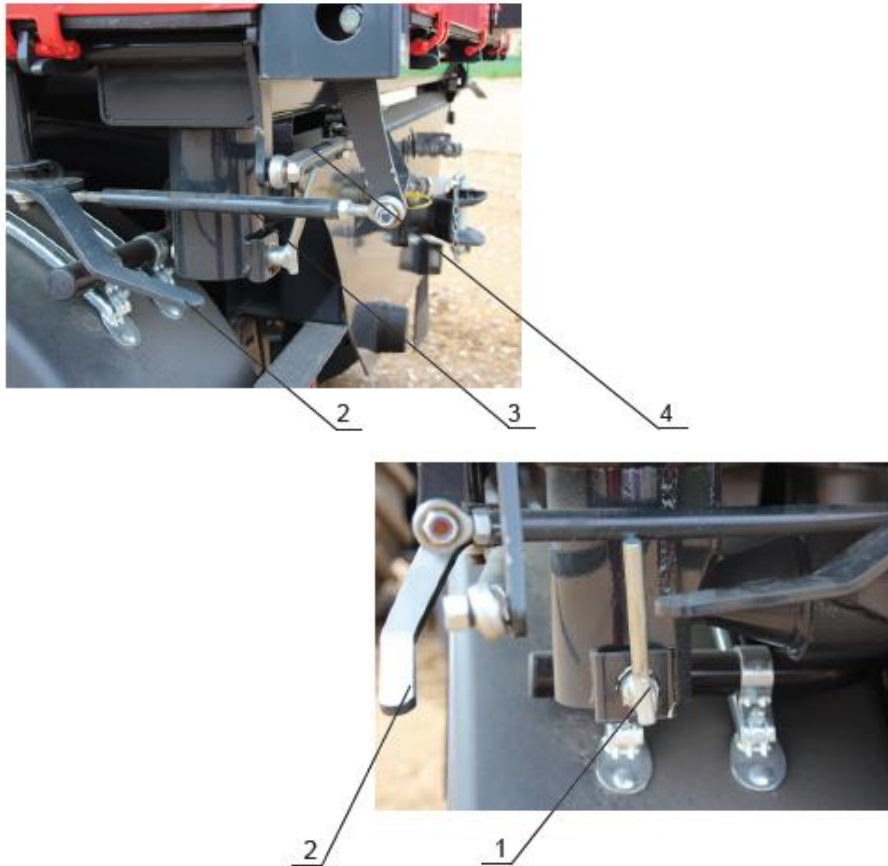

Рисунок 8. Замки бортов грузового кузова.
- извлеките из отверстия палец, соединяющий грузовой кузов с рамой шасси (рис.8)
- а) при разгрузке сзади - пальцы (рис.8) должны остаться в задних гнездах грузового кузова;